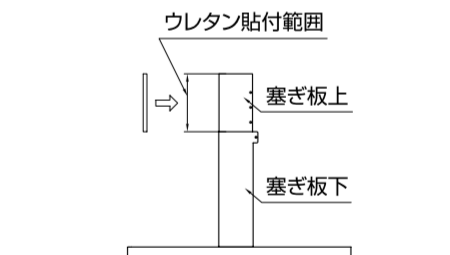

図18
⑦スライド前幕板との隙間を塞ぐ為に塞ぎ板上(左右)にウレタンを必要な長さにカットして貼り付けてください。(図18)